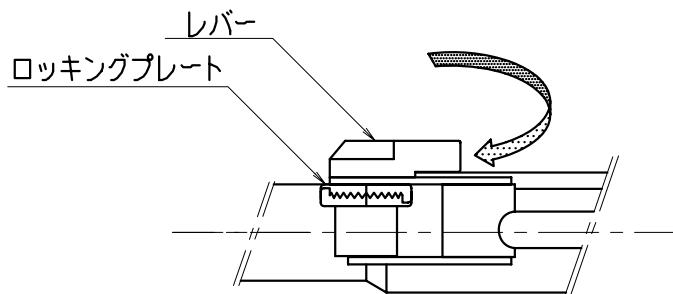

図2-3 レバー・ロッキングプレート部
- e-ノズルフォルダーのレバー部を緩めて下さい。(図2-3参照)